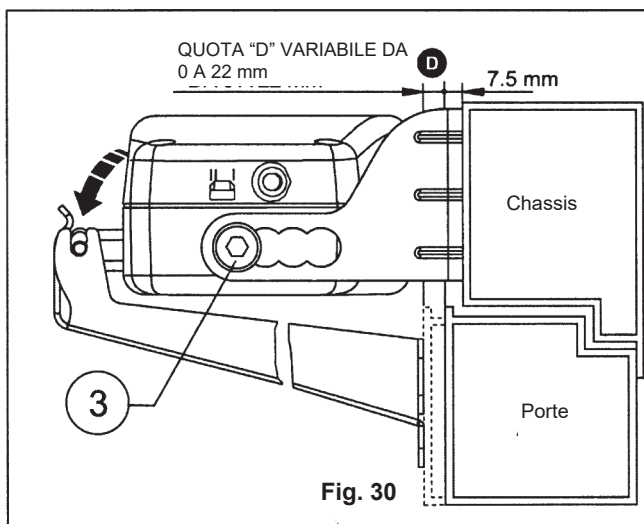

Fig. 30
- 8) **Fig. 30** - Choisir la position de l'actionneur par rapport à la bride de connexion au bâtis (**v. Fig. 6b**) et accrocher le terminal chaîne à la bride pour ouverture vasistas;
- 9) **Fig. 30** - Régler la course d'ouverture par le switch (**Fig. 35 - Réf. 1**) placé sur le coté DROIT de l'actionneur selon l'ouverture de la porte et fixer la vis de réglage du terminal de la chaîne (**Fig. 36 - Réf. 1**);